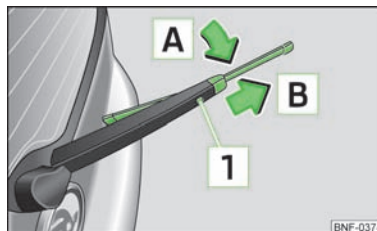

Fig. 31
- Levante o braço do limpa-vidros para fora do vidro traseiro e vire a escova ligeiramente no sentido do braço do limpa-vidro, seta [A] » Fig. 31.